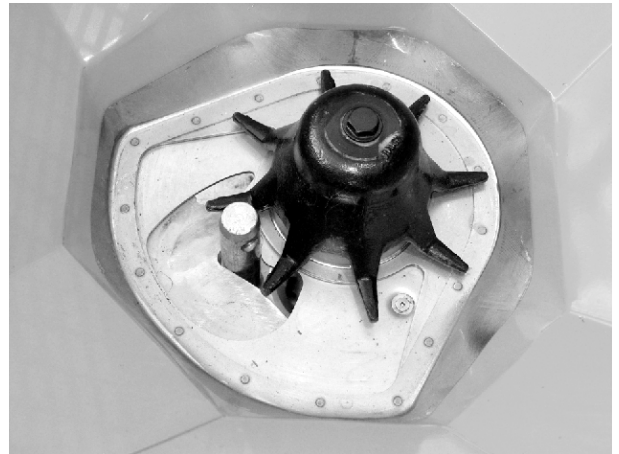

Рис. 65: Болт нижней тяги в дозировочном отверстии
- ✓ Заслонка дозатора слегка прижата к болту. См. *Рис. 65 Болт нижней тяги в дозировочном отверстии.*